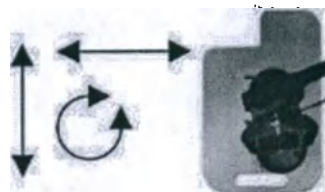

Рис.104
6) Регулировка положения стоподержателей (рис.104)